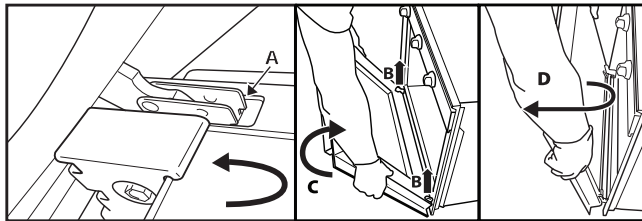

Fig. 2
3. Chiudere la porta fino al bloccaggio (A), sollevarla (B) e ruotarla (C) fino allo sganciamento della stessa (D) (fig. 2).